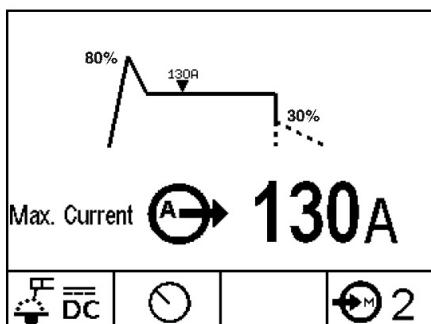

Abb. B.4a
- Stabelektröden schweißen (STICK, siehe Abb. B.4a)